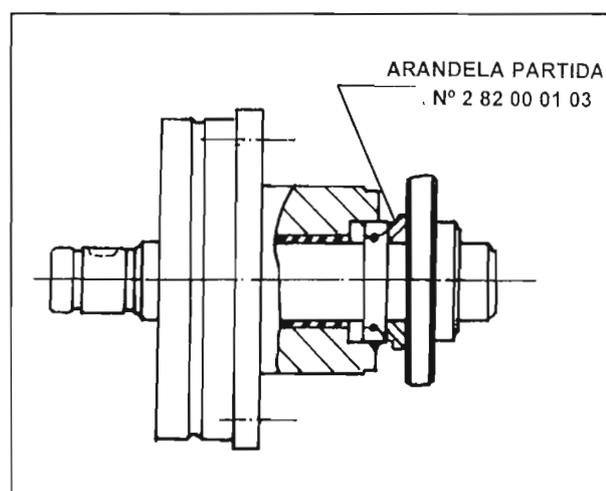

Fig. 67.
- Deslice el eje en el cuerpo y aplique presión en la brida de la polea para empujar el retén en el cuerpo. Retire el eje solo lo necesario para poder colocar las dos mitades de la arandela partida (N° 2 82 00 01 03) entre la brida de la polea y el retén de aceite. Fig.67. Presione el retén de aceite a la profundidad controlada por el espesor de la arandela partida. Retire la arandela partida retirando el eje un poco.